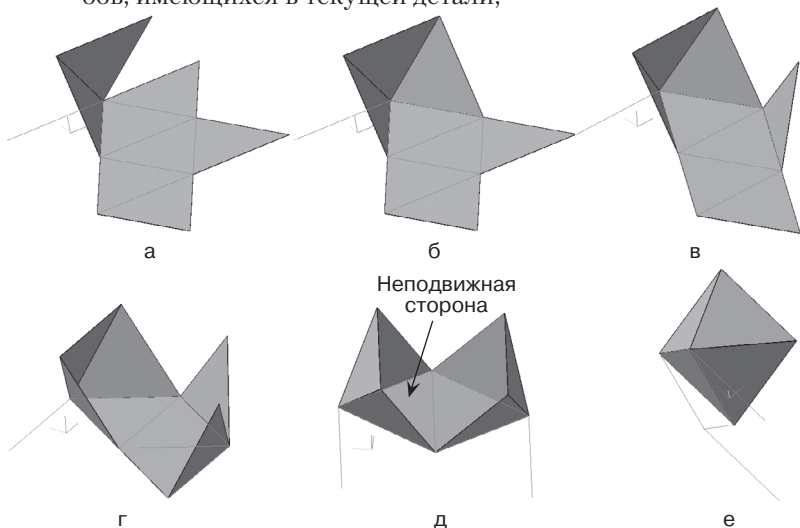

Рис. 392
- повторите алгоритм сгибания, изменяя выбор неподвижной стороны переключателем см. рис. 392. Чтобы завершить сгибание по последней линии (рис. 392, д), создайте неподвижной стороной развертки первый треугольник  – **Сторона 1**;